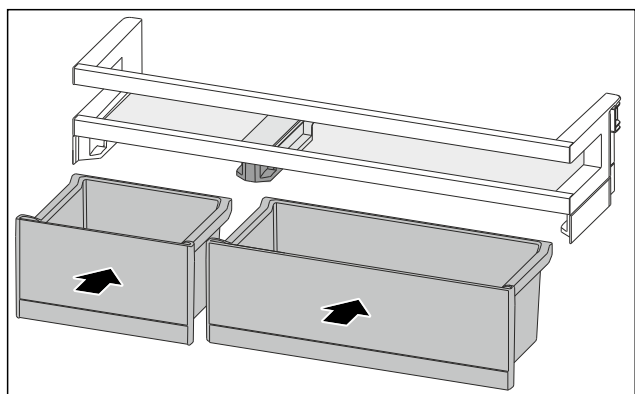

Fig. 169
- Vendosni kutitë VarioBox në rendin e kundërt. (shihni Fig. 169)